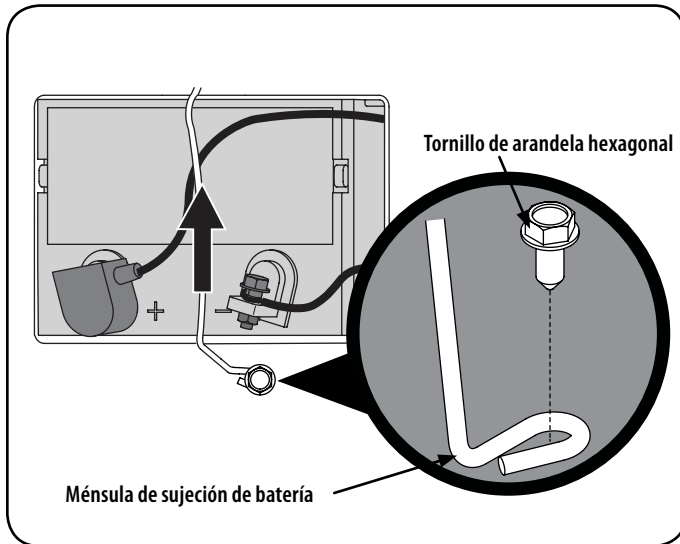

Figura 28
1. Extraiga el tornillo de la arandela hexagonal que sujeta el soporte de sujeción de la batería al marco. TLuego levante el soporte de sujeción de la batería para liberar la batería. Vea la Figura 28.